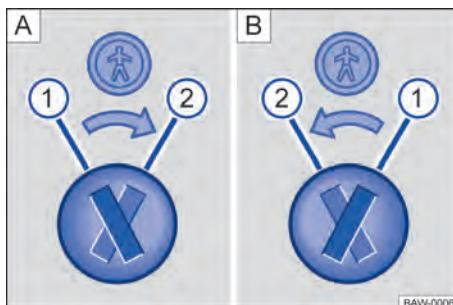

Fig. 43 Trava de segurança para crianças: **A** porta traseira esquerda, **B** porta traseira direita.
Legenda para → **Fig. 43**:
- Introduzir a haste da chave na ranhura da trava de segurança para crianças para ativar ou desativar → **Fig. 43.**